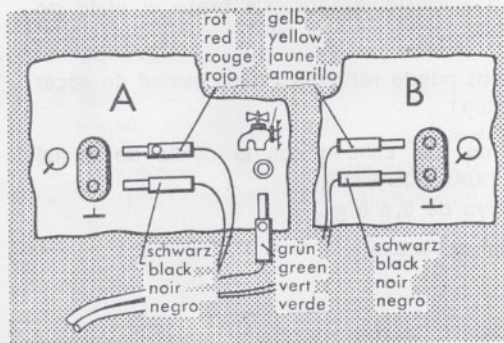

Fig. 5
- Stereo-Wiedergabe nach Fig. 5.
- b) Figure 5 shows the hook-up for stereo reproduction.
- b) Reproduction stéréophonique: fig. 5.
- b) Reproducción estereofónica: fig. 5.